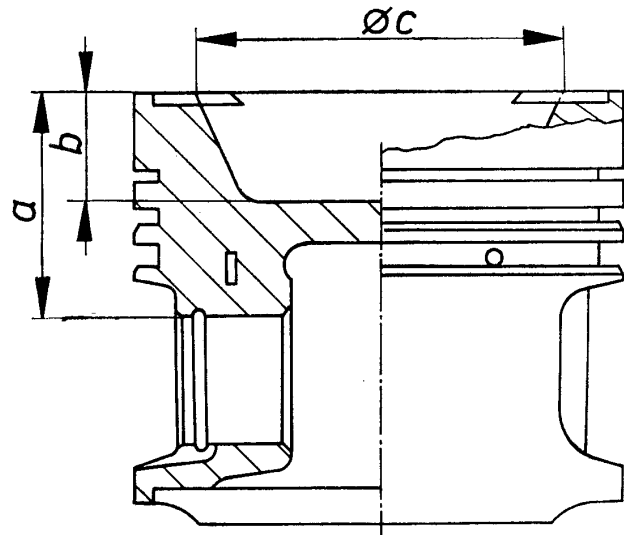

Bild M 19. Kolbenmaße
- Unterscheidungsmerkmale siehe Bild M 19